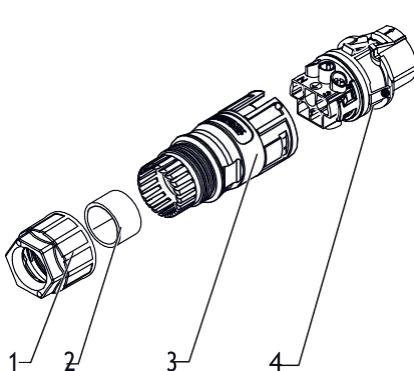
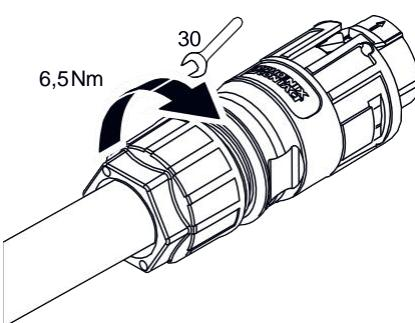

Figure 9: Connecteur à fiche CA
Figure 14: Serrer le raccord du câble
**Légende de la Figure 9 à la Figure 14**